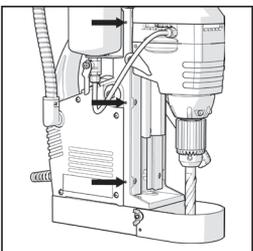

Fig. 15
**Anmärkning:** Lås- och justeringskruvarna är placerade längs med maskinens huvudsläde på vänster sida. (**Fig. 15**)